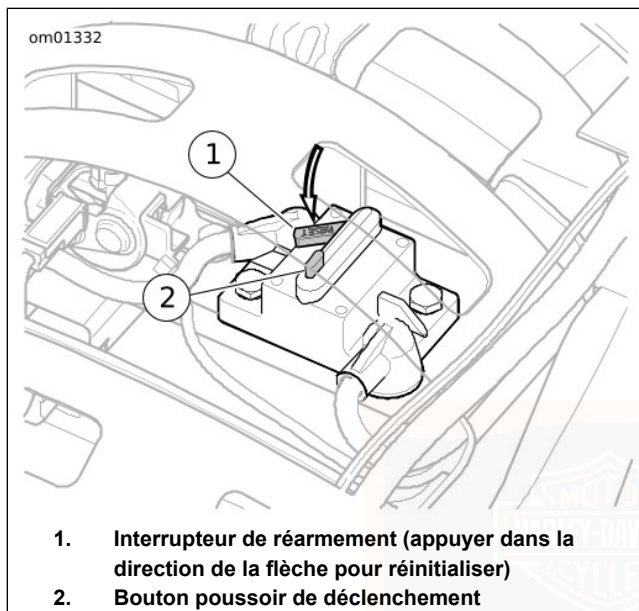

Figure 67. Disjoncteur du moteur de marche arrière
Voir Figure 67. Le disjoncteur est situé sous le siège passager. Ce disjoncteur à réarmement manuel comporte un bouton-poussoir de déclenchement (2) et un interrupteur de réarmement (1). Pour déclencher manuellement le disjoncteur, appuyer sur le bouton-poussoir de déclenchement (qui fait sortir l'interrupteur de réarmement).